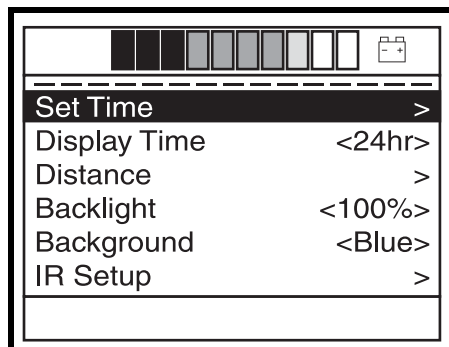

Abbildung 2. Hauptmenü
2. Halten Sie die Beschleunigungs- und Verzögerungstaste gleichzeitig gedrückt, um das Hauptmenü anzuzeigen. **Siehe Abbildung 2.**